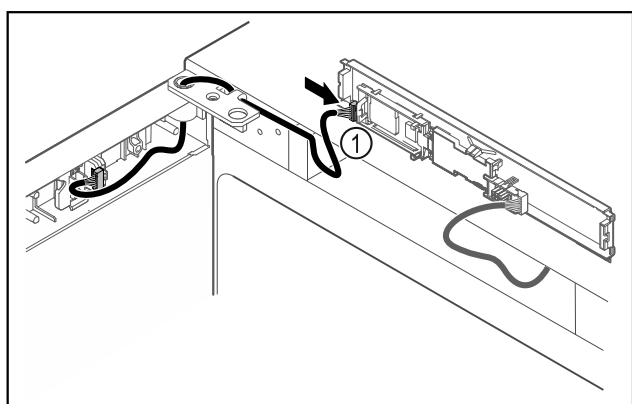

Fig. 40
- ▶ Dugja be a dugót *Fig. 40 (1)* a NYÁK-on.